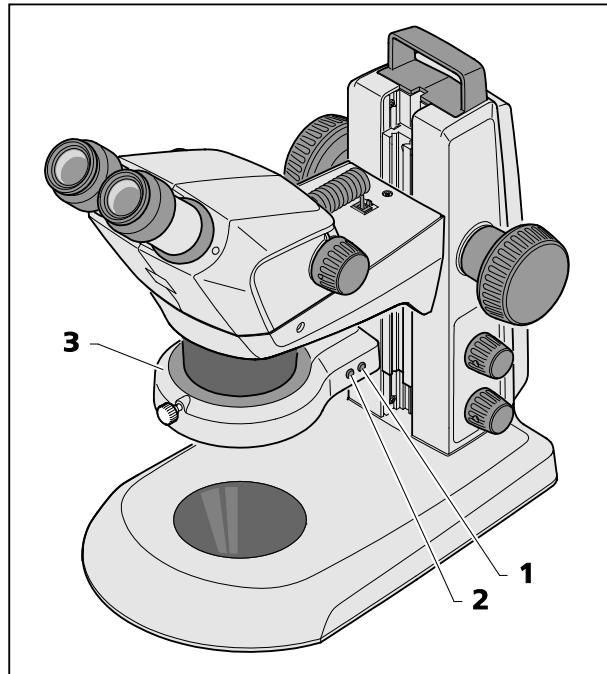

Fig. 23 Iluminador anular
- Al pulsar sucesivamente el botón delantero (Fig. 23/2) se puede cambiar entre cuatro estados de iluminación del iluminador anular (Fig. 23/3):
- Al pulsar brevemente una sola vez el botón trasero (Fig. 23/1), el segmento ajustado gira cada vez más por un cuarto de vuelta en el sentido de las agujas del reloj.
- Al oprimir y mantener oprimido el botón trasero (Fig. 23/1) más de 2 segundos, el segmento ajustado empieza a girar continuamente (giro en pasos circulares de 1/8, cada vez 1 segundo por una vuelta).
- Al pulsar de nuevo el botón trasero (Fig. 23/1), la rotación se detiene y el objeto es iluminado otra vez desde atrás.